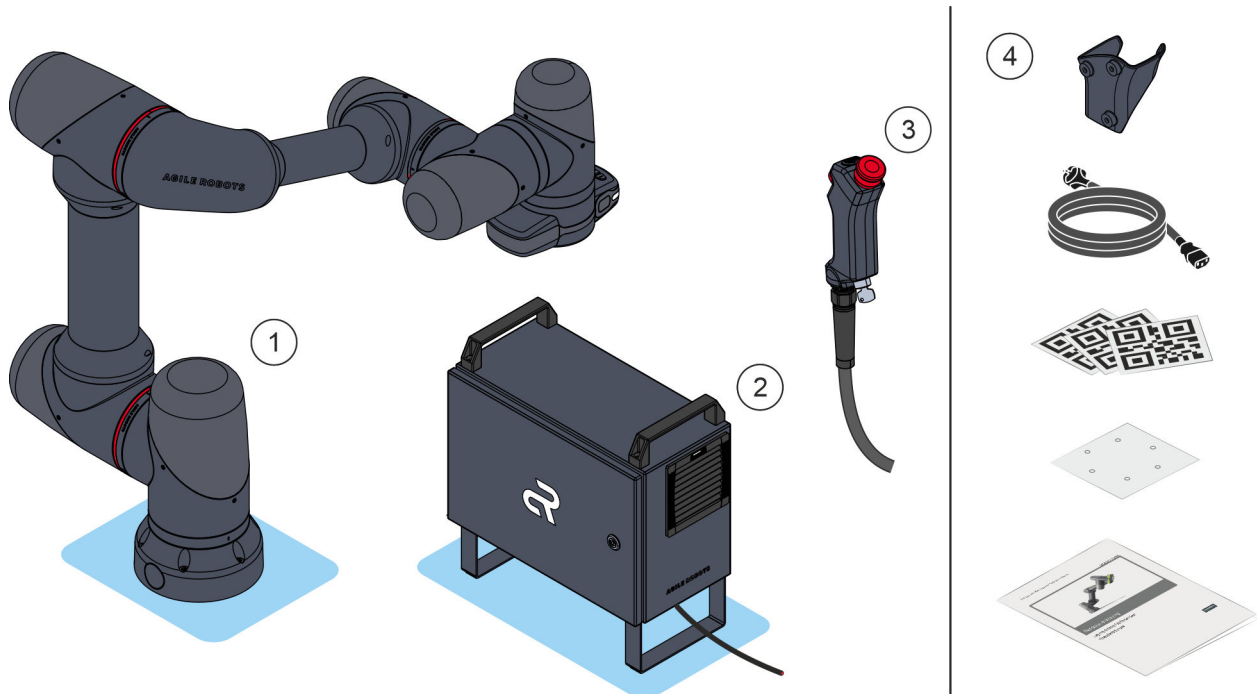

Abb. 2 Der Roboter und seine Komponenten
- ① Roboterarm
- ② Robotersteuerung
- ③ Handcontroller
- ④ Zubehör und Benutzerdokumentation
Der Roboter Yu 5 Industrial besteht aus den in Abb. 2 dargestellten Hauptkomponenten (① – ③). In den nachfolgenden Abschnitten sind Aufbau und Funktion dieser Hauptkomponenten im Detail beschrieben.
Neben der Robotereinheit gehören die in Abb. 2 dargestellten Zubehörteile sowie die Benutzerdokumentation zum Lieferumfang.